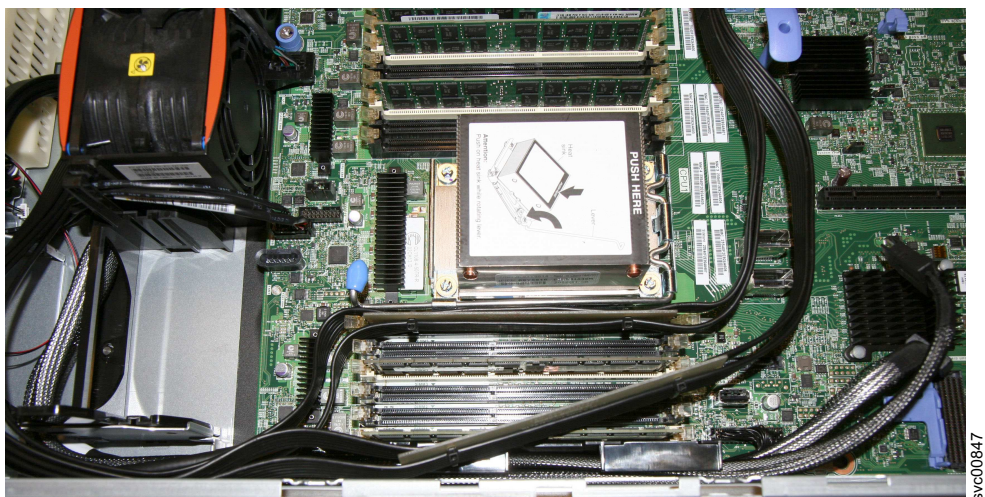

Figura 106. DIMM simulado, slot 6
5. Remova o DIMM simulado do slot 6; o slot é mostrado em Figura 106 na página 129 com o DIMM agrupado pelo cabo sensor de energia.